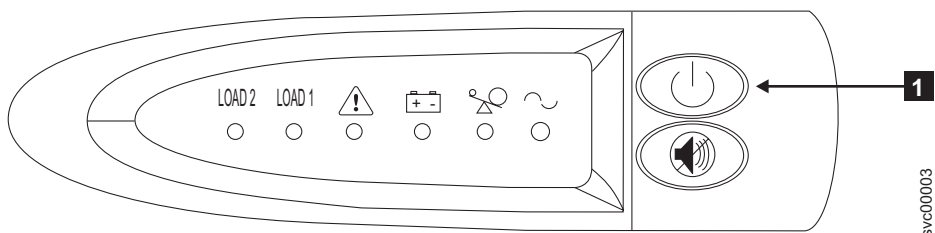

図 56. 無停電電源装置 5115 のフロント・パネル・アセンブリー
1. UPS 5115 の前面で、すべてのインディケーターがオフになるまで、オン/オフ・ボタン **1** を 2 秒間押し続けます。214 ページの図 56 を参照してください。UPS 5115 は待機モードになります。